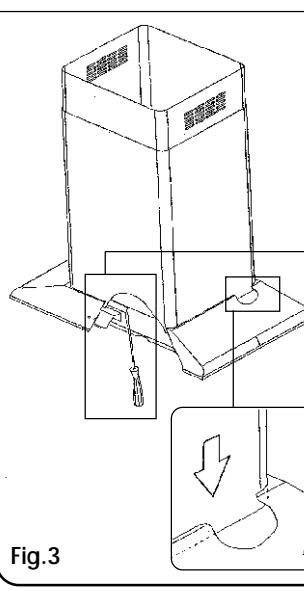

Fig.3
- 8) abbassare il tubo e infilarlo nella scocca **fig3.A**
- 9) munirsi di un giravite e alzare le due lingue all'interno della scocca (anteriore e posteriore),per fare aderire il camino al mantello **fig3.B**
- 8) Ziehen Sie das Rohr aus und führen Sie es in das Gehäuse ein (**Abb.3.A**).
- 9) Nehmen Sie einen Schraubenzieher zur Hand und heben Sie damit die beiden im Gehäuseinnern (vorne und hinten) befindlichen Latschen an, damit der Schacht fest am Gehäusemantel anhaften kann. (**Abb.3.B**)